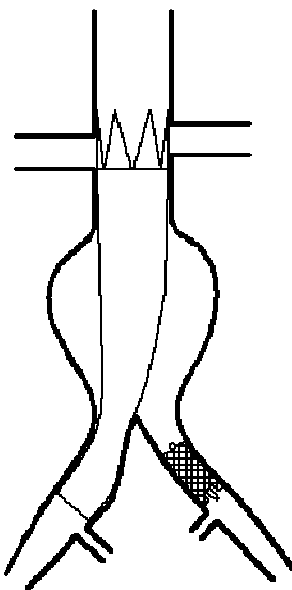

Рис. 10 Размещение пробки
- Установить пробку в другую сторону подвздошной артерии. (Рис. 10)